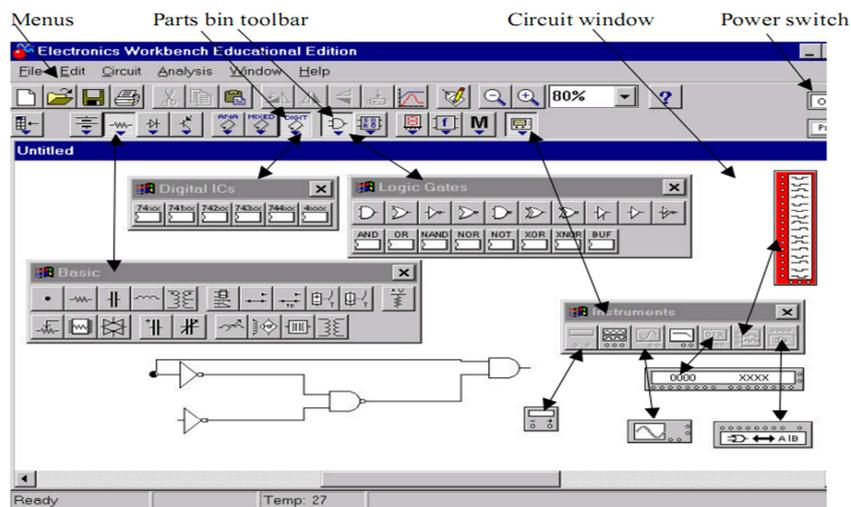

Figure 1
**Electronics WorkBench** est un logiciel capable de simuler circuits digitaux ou électroniques à travers un laboratoire virtuel composé par divers panneaux où ils s'offrent des instruments pour la création de dispositifs électroniques (**Figure 1**). Est aussi une entreprise dans la ville canadien de Toronto, en Ontario, qu'a été celle qui il a produit ce logiciel pour la première fois. L'entreprise a été créée avec le nom de *Interactive Image Technologies* par Joe Koenig et s'est spécialisé dans la production de films éducatifs et documentaires. Lorsque le gouvernement d'Ontario a exprimé le besoin d'un outil éducatif pour l'enseignement de l'électronique dans les instituts, la compagnie a créé un simulateur **Electronics WorkBench**.